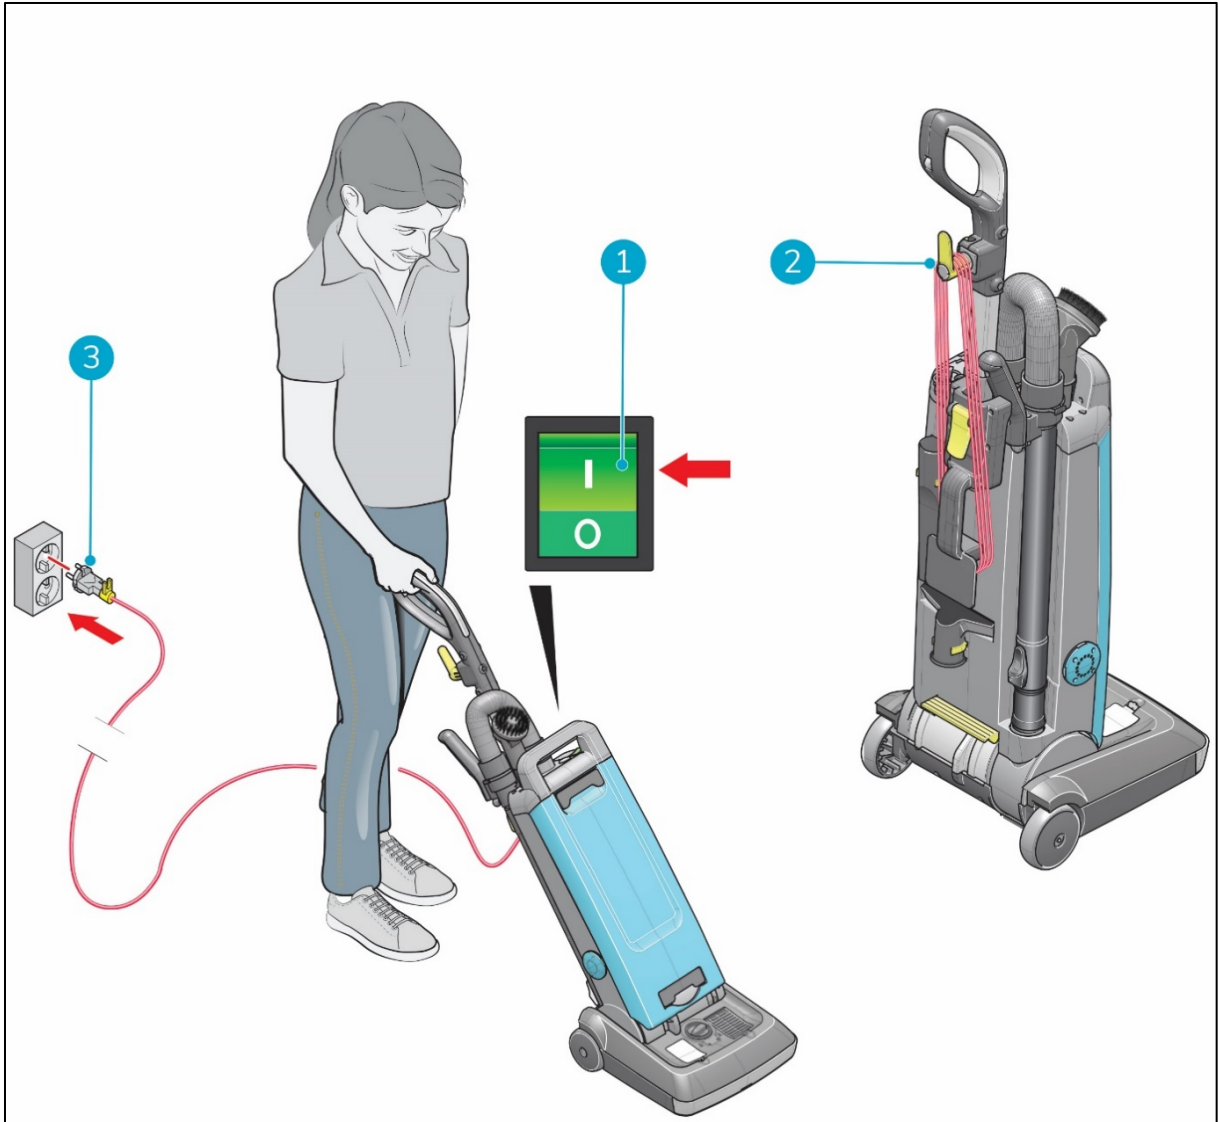

Figura 19
1. Desenrolla por completo el cable de alimentación principal (Figura 19, pos. 2).
2. Enchufa el conector del cable de alimentación principal en la toma de red de la pared (Figura 19, pos. 3).
3. Pulsa el interruptor ON/OFF (Figura 19, pos. 1) en la parte superior del cuerpo principal para encender la i-vac 30UR.